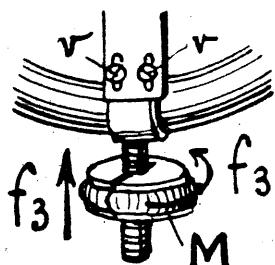

Fig. 4 (Pour faire avancer)
**4o RÉGLAGE DE L'AVANCE OU DU RETARD.** — Se fait comme dans toutes les pendules en allongeant ou en raccourcissant le balancier, c'est-à-dire en faisant descendre ou remonter l'écrou  $M$  (fig. 4). Pour cela :